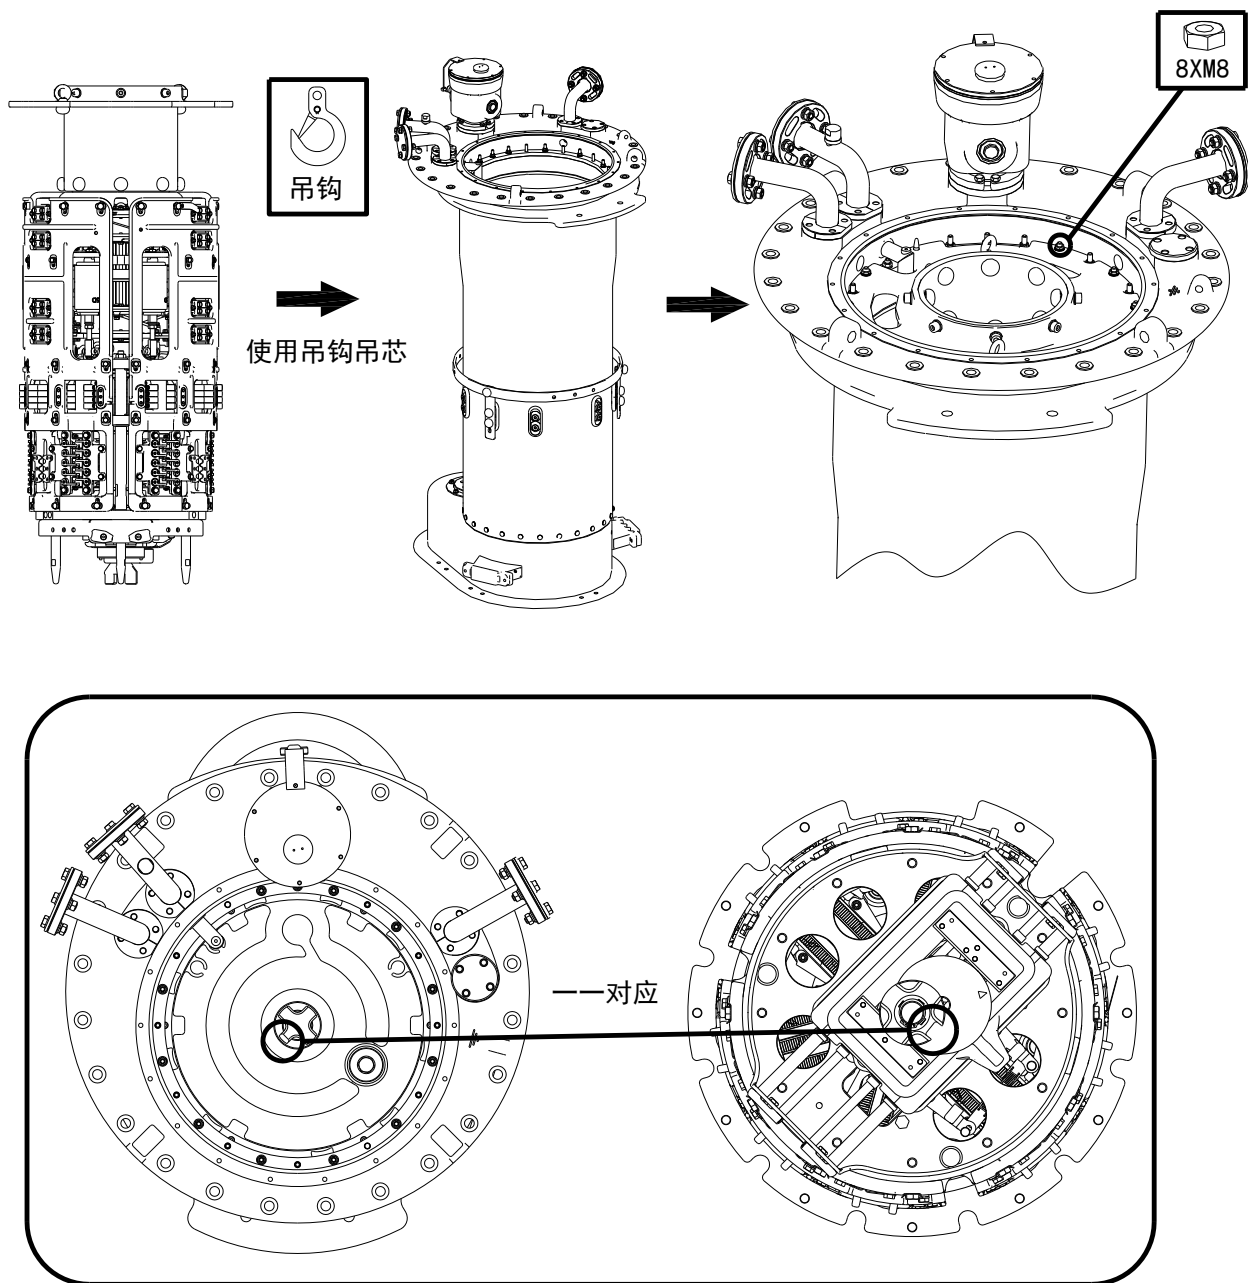

图 5-17 连接件的整定位置及法兰圈上的螺母固定
2. 安装切换开关芯子：将切换开关芯子吊到切换开关油室上方，要确保分接选择器和筒底连接件在安装切换开关芯子时必须位于整定位置，大概对准连接件的小端位置。切换开关芯子装入油室后在法兰圈上的非红色油漆区域用螺母紧固（8 颗 M8 螺母）。（见图 5-17）